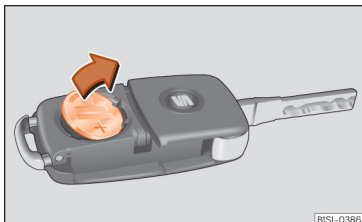

Abb. 101 Fahrzeugschlüssel: Batterie herausnehmen.
- Batterie mit einem geeigneten dünnen Gegenstand aus dem Batteriefach heraushebeln »» **Abb. 101**.
- Neue Batterie wie gezeigt ansetzen »» **Abb. 101** und entgegen der Pfeilrichtung in das Batteriefach drücken »» ⚠.